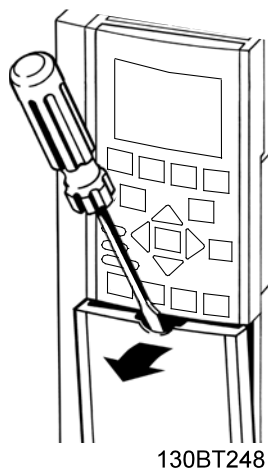

Abbildung 3.9 Zugang zu den Steuerklemmen bei Gehäusen mit Schutzart IP20
- Entfernen Sie die Abdeckplatte mit Hilfe eines Schraubendrehers. Siehe *Abbildung 3.9*.